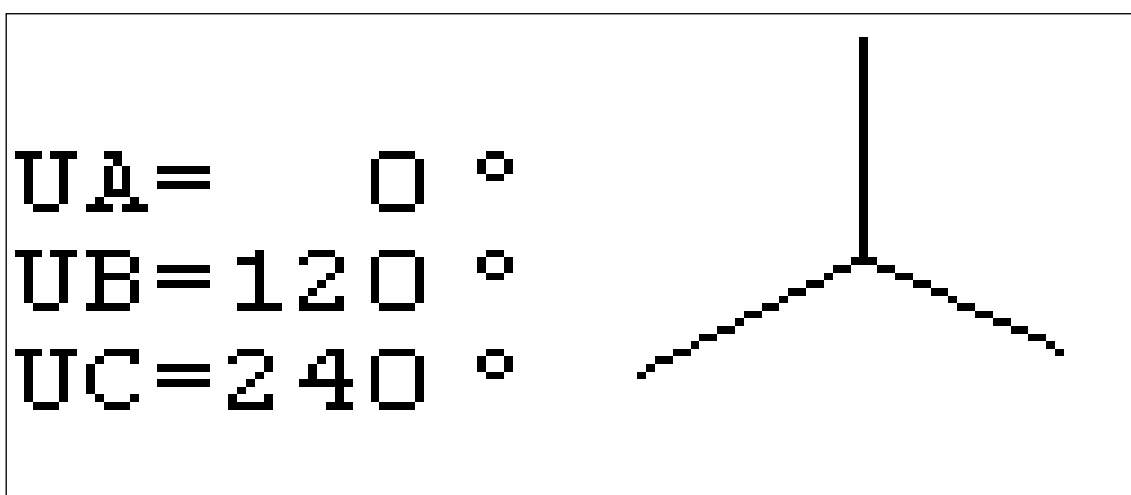

Рис.3 Видеодиаграмма вектора напряжений
1. Векторная диаграмма напряжений (см.рис.3)